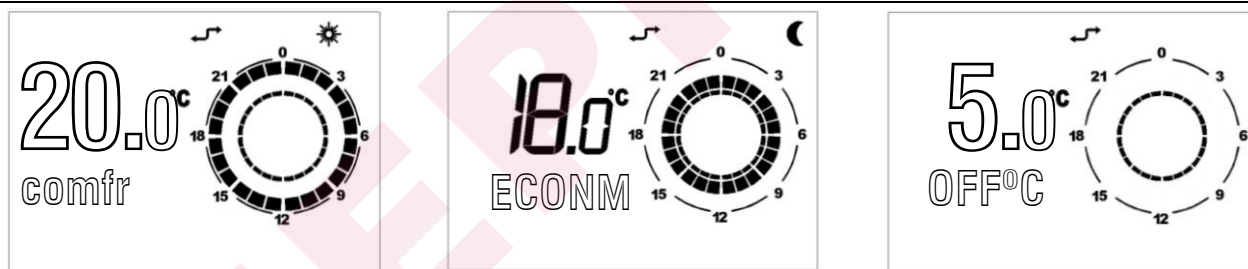

Рисунок 4 – Комфортная, пониженная и защитная температура
3. На дисплее внизу слева выйдет надпись **COMFR** для программирования комфортной температуры, надпись **ECONM** для программирования пониженной температуры и надпись **OFF°C** для программирования защитной температуры (смотри Рисунок 4).